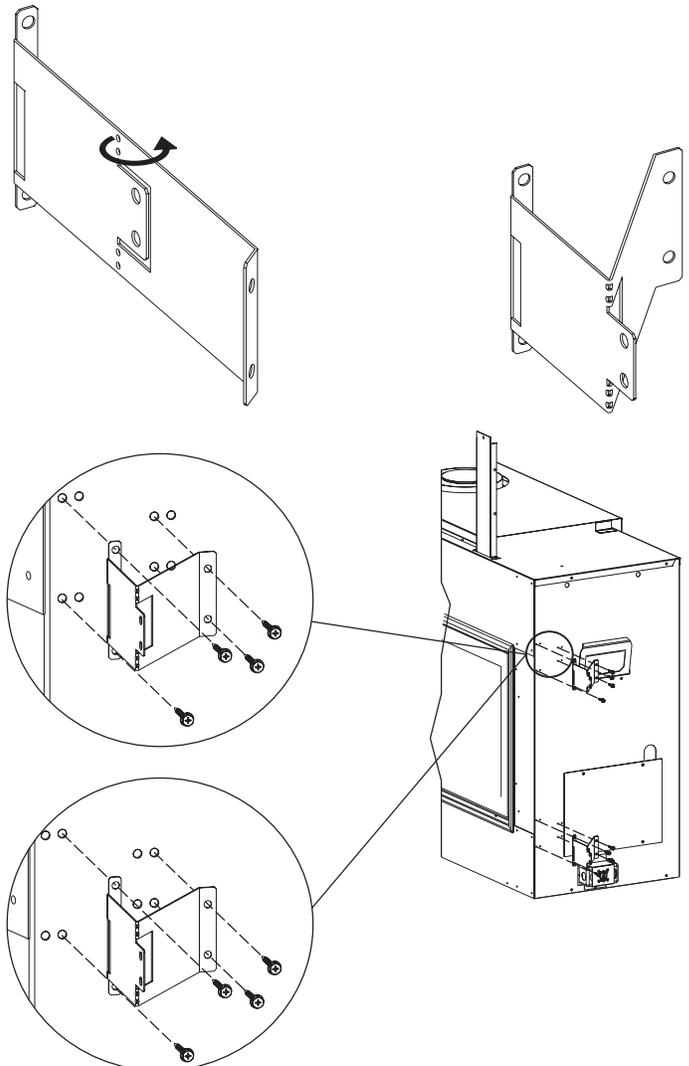

Figure 24
3. Fixer les quatre supports d'ossature et les plier à la main en forme de V comme montré à la **Figure 24**. Utiliser des vis à tête hexagonale n° 10 x 1/2 po (13 mm).
4. Installer les brides de clouage sur les côtés du foyer (deux de chaque côté). **Voir Figure 24.**